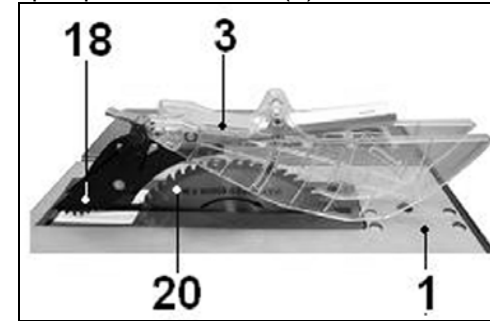

Рис. 5.
8.3. Установка защитного кожуха (Рис.5)